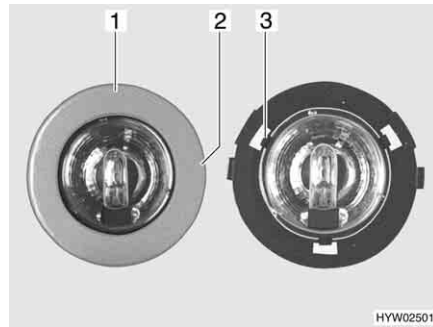

Fig. 212 Lampada alogena a incasso
- Girare lentamente il diaframma (Fig. 212,1) finché il nasello (Fig. 212,2) dell'involucro non si arresta a scatto nella scanalatura sottostante del diaframma.
- Tre graffe (Fig. 212,3) tengono ferma la lastra di vetro della lampada alogena nell'involucro. Spingere di lato una delle tre graffe.